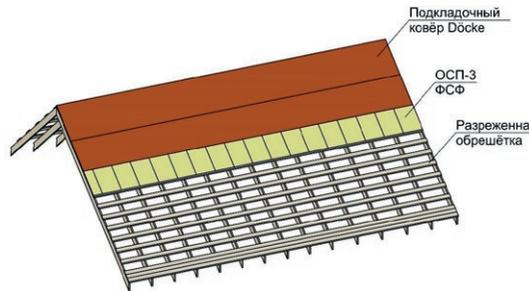

Рис. 9. Последовательный монтаж подкладочных ковров Döcke сверху-вниз.
4.1.6 Подкладочный ковер монтируется параллельно карнизу, снизу-вверх, с нахлёстом следующего ряда 100 мм, торцевые нахлёсты составляют 150 мм. Для минимизации хождения по коврам, особенно на крутых скатах, допускается производить последовательный монтаж сверху-вниз: монтируется верхний ряд плит ОСП-3 или фанеры ФСФ, затем на смонтированный ряд плит монтируется верхнее полотно подкладочного ковра (рис. 9). Данный способ монтажа подойдёт только для простых крыш, на которых отсутствуют ендовы.